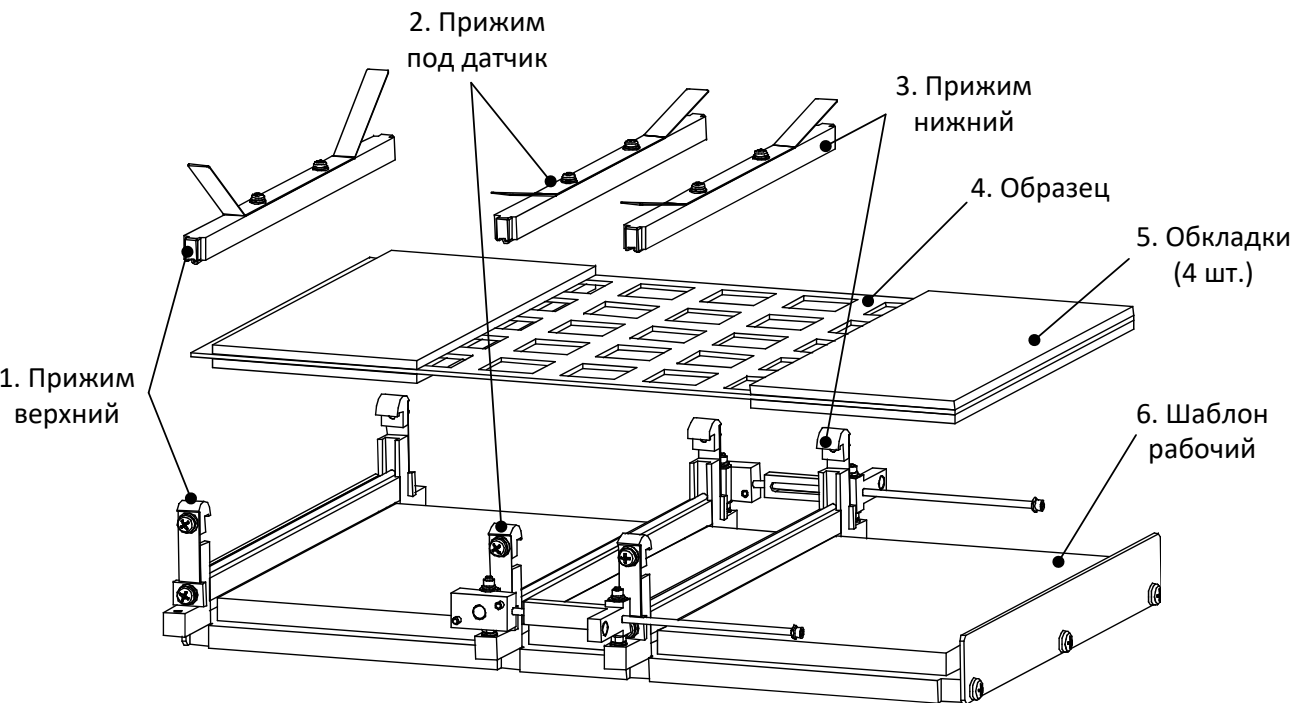

Рисунок 5 – Приспособление для образца
- 2.4.3 На основание приспособления для образца (см. рисунок 5, страница 10) установить фиксирующие планки (поз. 3, 8).